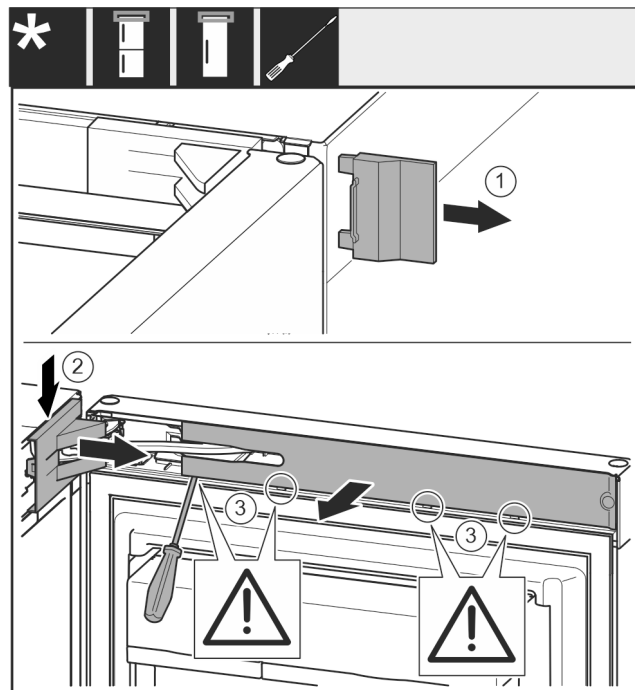

Fig. 8
- Tag den udvendige afdækning af. Fig. 8 (1)
- Klik hængselkonsollens afdækning ud, og løsn den. Tag hængselkonsollens afdækning af. Fig. 8 (2)
- Løsn blindpladen med en flad skruetrækker, og drej den til side. Fig. 8 (3)